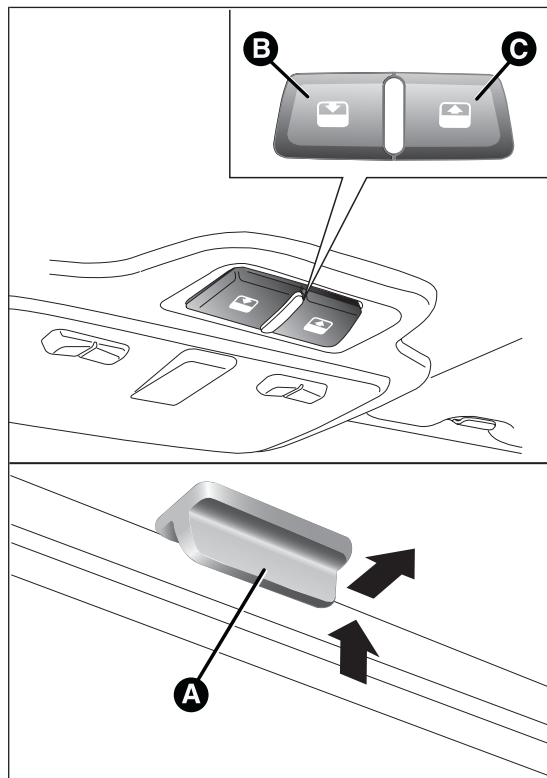

fig. 42
El techo practicable con amplio acristalamiento dispone de dos paneles de cristal, uno trasero fijo y otro delantero móvil, provistos de dos cortinas parasol (delantera y trasera) de movimiento manual. Con el techo cerrado las cortinas pueden colocarse en cualquier posición. Para abrir las cortinas, sujetar la manilla A fig. 42 siguiendo el sentido indicado por la flecha hasta la posición deseada. Para cerrarlas realizar el procedimiento inverso.
El techo practicable sólo funciona con la llave de contacto en posición MAR. Los mandos B y C fig. 42 situados en la moldura del plafón delantero, controlan las funciones de apertura y cierre del techo practicable.
Después de la apertura en posición "spoiler", pulsando de nuevo el botón C fig. 42 durante más de medio segundo, el techo se pondrá automáticamente en posición de apertura completa. Es posible parar el movimiento automático del techo en cualquier posición al pulsar de nuevo el botón (B o C).
Desde la posición de apertura completa, pulsar el botón B fig. 42. Pulsando el botón durante más de medio segundo, el techo se pondrá automáticamente en posición "spoiler".
Desde la posición "spoiler", pulsando de nuevo el botón B fig. 42 se alcanza la posición completa de cierre.
- ☐ pulsar el botón B fig. 42 en posición de cierre;